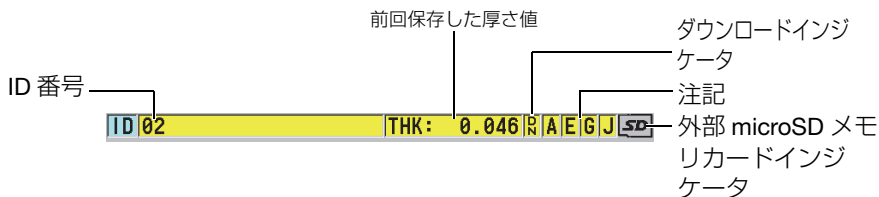

図 3-2 ID バー
測定画面の上部にある ID バーには、実際の厚さ測定位置の ID、前回保存した値、および注記インジケータがあります (48 ページの図 3-2 参照)。新たに取得した値ではなく、前回保存した厚さ測定値がファイルから読み出されると、ダウンロードインジケータ (R) が表示されます。